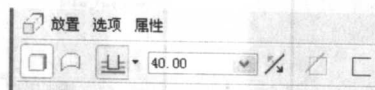

图 1-10 拉伸属性面板
(4) 在拉伸属性面板中分别单击  (实体)、 (以指定的拉伸深度拉伸) 按钮, 将拉伸深度定义为 40, 如图 1-10 所示。单击  按钮完成拉伸特征。